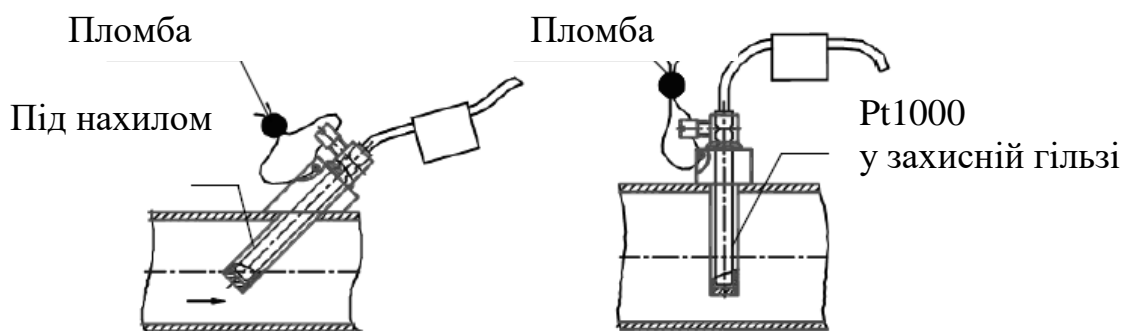

Рис.7 – Пломбування перетворювача температури
7.3 Перетворювачі температури пломбуються після монтажу (Рис.7).